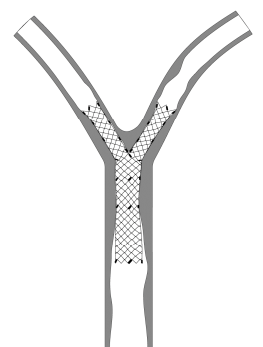

図 6. ステント展開後
- 11) X線透視下で、ステントの留置位置、及び拡張の状態を確認する(図 6)。